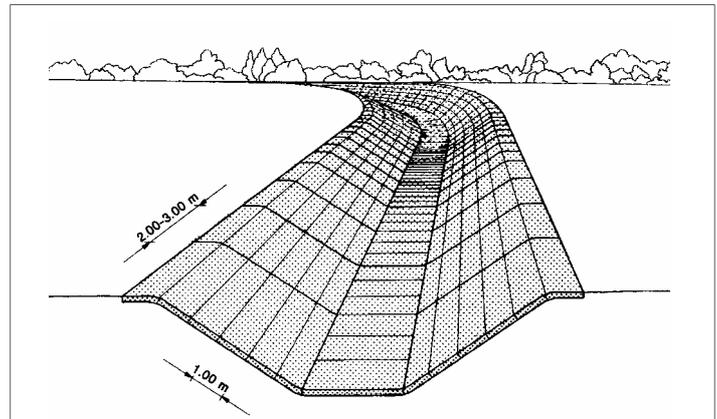
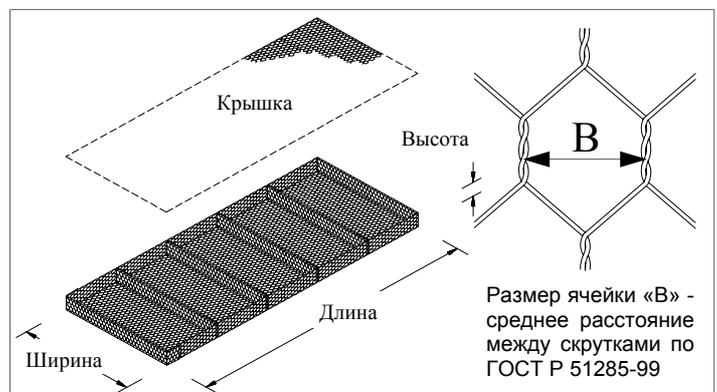

Рис. 1
Рис. 2
**Матрацы Рено** представляют собой плоскостные конструкции, заводского изготовления малой высоты и большой площади поверхности по **ГОСТ Р 52132-2003** и **ASTM A 975-97**, выполненные из металлической сетки двойного кручения с шестиугольными ячейками, разделенные на секции при помощи диафрагм (рис. 1, 2), устанавливаемых внутри баз матрацев Рено через каждый метр по длине. Двойное кручение проволоочной сетки (рис. 2) обеспечивает целостность, прочность и равномерность распределения нагрузок, предотвращает раскручивание в случае разрыва сетки.